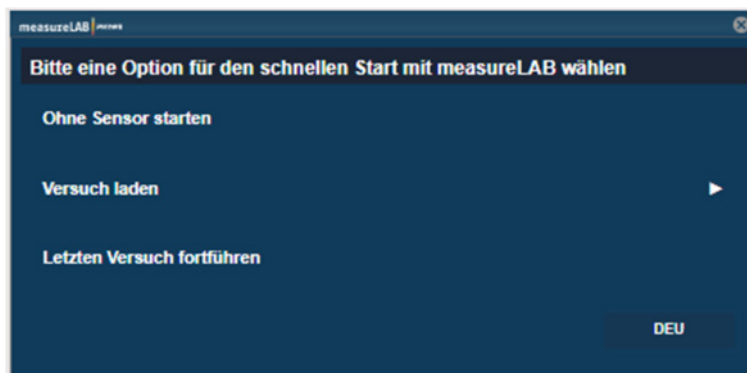

Abbildung 1: Erste Schritte
Nach dem Start von measureLAB erkennt die Software automatisch alle angeschlossenen Sensoren. Um eine Messung zu starten, haben Sie drei Möglichkeiten (Abbildung 1):
**Hauptfenster (2):** Bringt Sie zurück zum Hauptfenster (Abbildung 1) um ein neues Experiment zu laden oder ein vorheriges fortzusetzen.
**Einstellungen (3):** Alle notwendigen Softwareeinstellungen einschließlich Sprache, Messmodus und Sensoreinstellungen (vgl. Kapitel 1.4.)
**Versuche speichern (4):** Speichern Sie Ihren Versuch nach den Messungen. Optional können Sie Ihre eigenen Notizen als PDFs neben Ihren Versuchen speichern.
**Datenaustausch (5):** Teilen Sie Ihre Daten mit anderen Geräten und Nutzern.
**Vollbild (6):** Verwenden Sie measureLAB im Vollbildmodus.